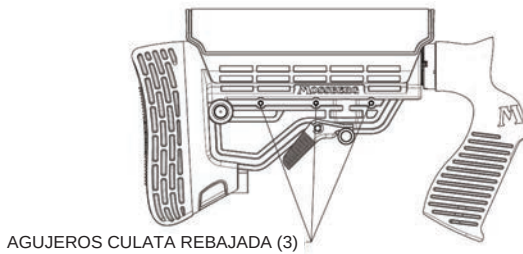
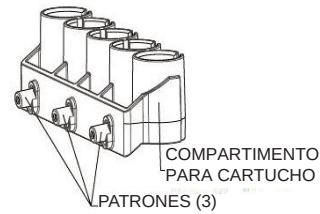

Fig. 31
Fig. 31a
Para colocar el soporte del compartimiento para cartucho en la culata, alinear los 3 agujeros (Fig. 31a) en el Compartimiento para cartucho con los tres agujeros de acoplamiento empotrados en la culata (Fig. 31). Esto alineará los tres orificios de los tornillos en el soporte del compartimiento para cartucho con los orificios pasados en la culata. Sosteniendo el compartimiento para cartucho contra la culata , atornillar los (3) tornillos en el soporte del compartimiento para mantenerlo en su lugar . Apriete los tornillos a 12 pulgada libra (Figs. 31 y 32). Cuando el compartimiento de cartuchos está conectado correctamente verifique que no se mueva. el compartimiento de cartuchos está diseñado para ser utilizado para un tirador mano izquierda o derecha. Se puede acoplar a cualquier lado de la culata.